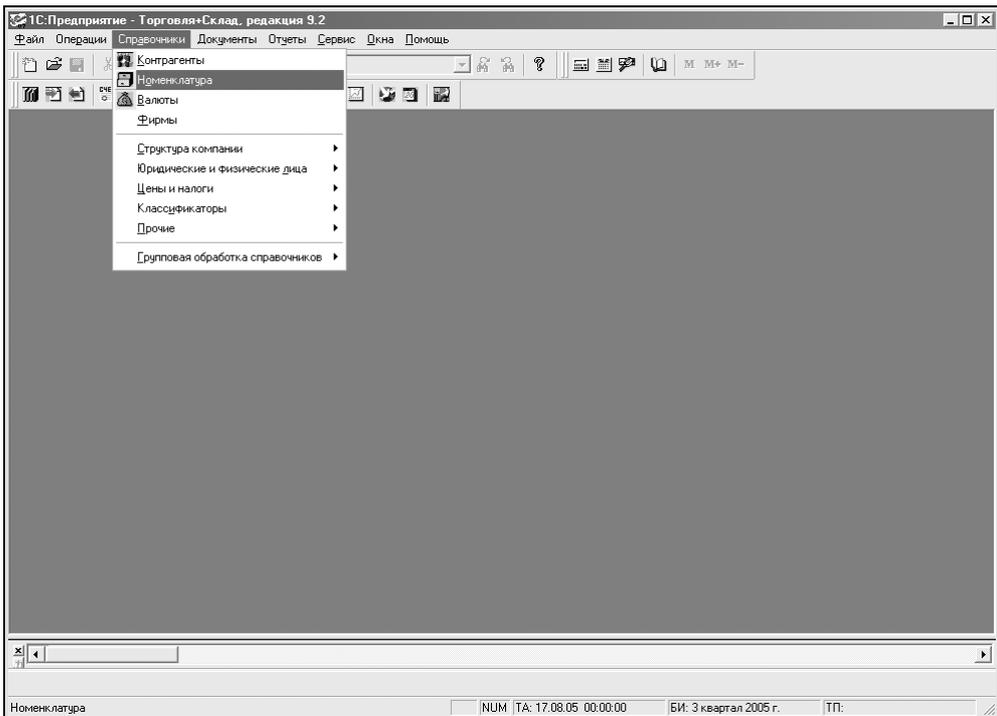

Рис. 2.4. Меню вызова справочника **Номенклатура**
1. В главном меню программы выберем меню **Справочники** и в нем перейдем к пункту **Номенклатура** (рис. 2.4).